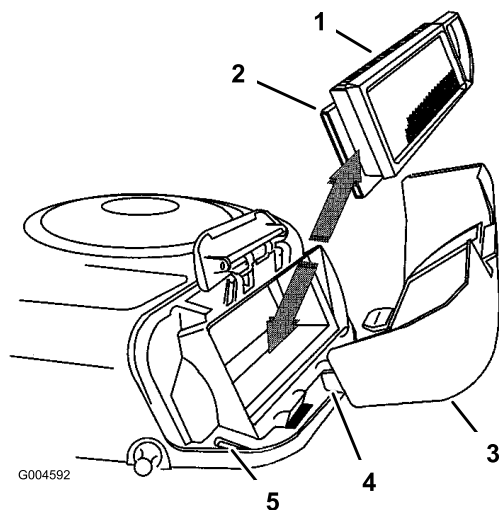

Bild 22
5. Schieben Sie den Papier- und den Schaumeinsatz vorsichtig vom Gebläsegehäuse herunter (Bild 22).
3. Haken Sie den Griff in die Abdeckung ein und drücken auf den Griff, um diesen einzurasten (Bild 22).